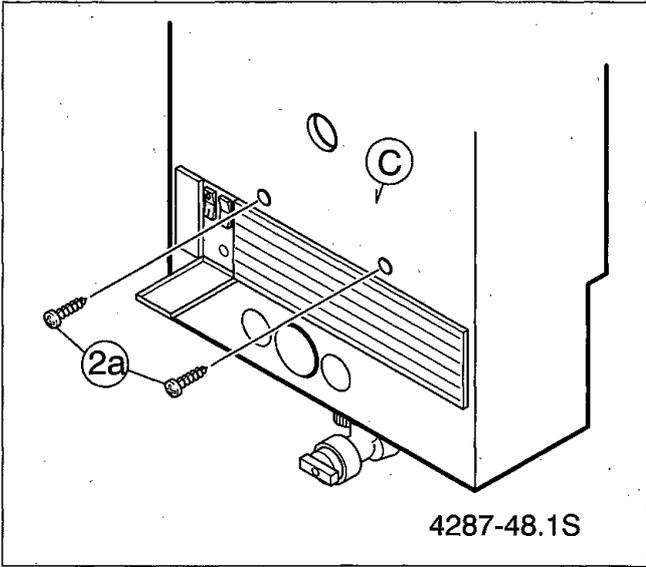

Bild 63
- Schrauben (2a) an der Mantelschale (c) herausdrehen (Bild 63).